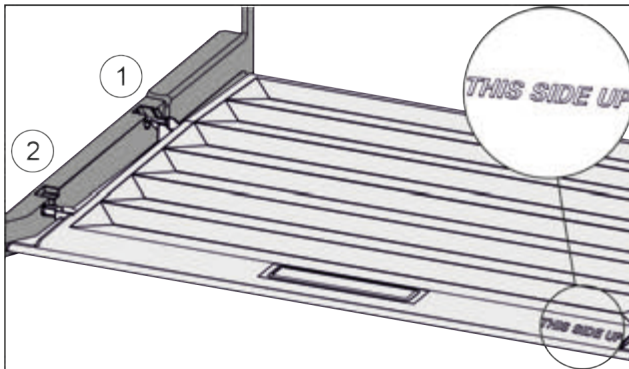

Fig. 72
- ▶ Вставити поперечні ребра через отвір заднього тримача Fig. 72 (1) і зафіксувати спереду у тримачі Fig. 72 (2).